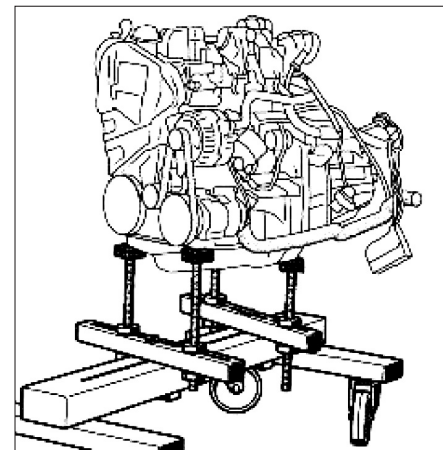

FIG. 94
- Mettre l'outil Renault Mot. 1390 en appui sur l'ensemble "moteur-boîte de vitesses" (Fig.94).